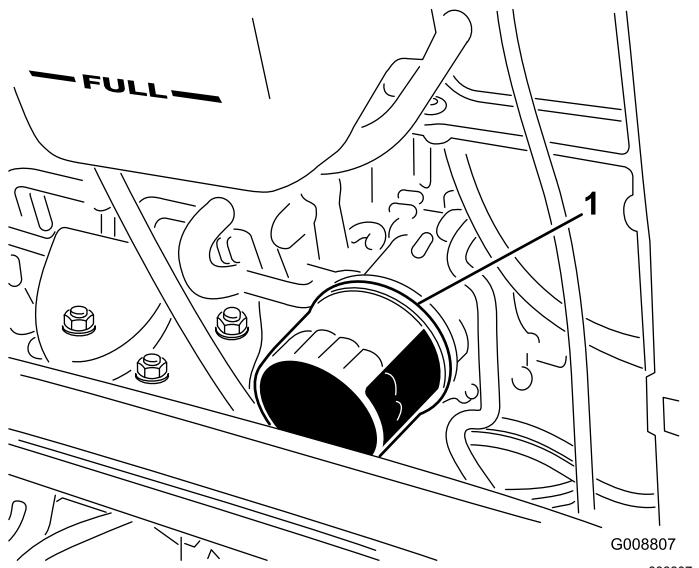

Figura 57
2. Retire el filtro de aceite (Figura 57). Aplique una capa ligera de aceite limpio al filtro nuevo antes de enroscarlo. No apriete demasiado.